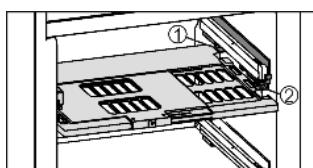

Fig. 9
- Установка пластины регулировки влажности: попеченные ребра крышки на пластине вставить через низ в задний держатель Fig. 9 (1) и защелкнуть спереди на держателе Fig. 9 (2).